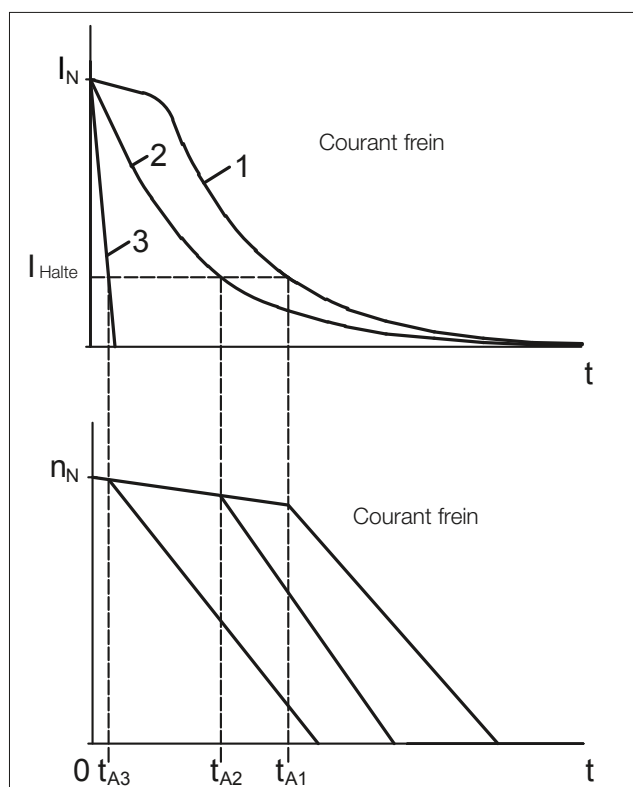

Figure 4 : Allure de principe du courant de bobine et du régime moteur après la coupure côté courant alternatif (1, 2) et côté courant continu (3)
- a) Alimentation du redresseur depuis la plaque à bornes (figure 4, courbe 1)
- b) Alimentation séparée du redresseur (figure 4, courbe 2)
Interruption du circuit de CC de la bobine magnétique (figure 4, courbe 3)